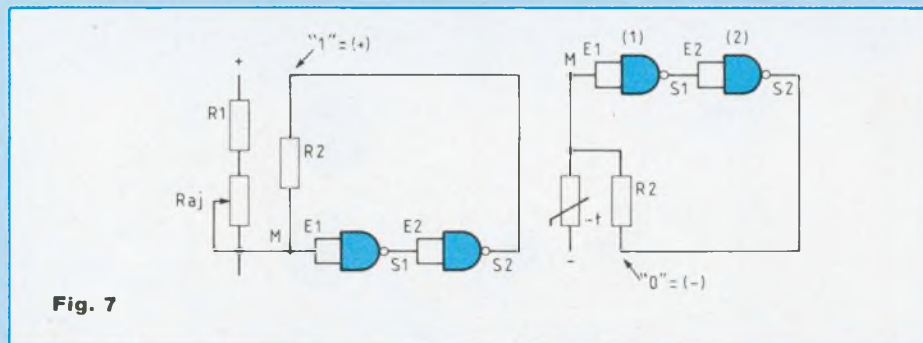

Fig. 7
L'extrémité de la résistance R2 connectée à la sortie de la porte (2) se trouve située au potentiel du (+) alimentation, R2 vient s'associer en parallèle avec l'assemblage série (R1, Raj), comme nous le montre le schéma présenté par la figure 7.